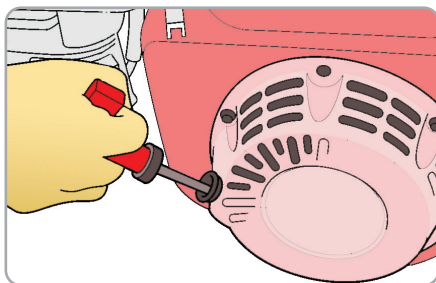

Fig.13
- Trageți ușor de manerul demarorului până simțiți o rezistență apoi trageți rapid (Fig.13);